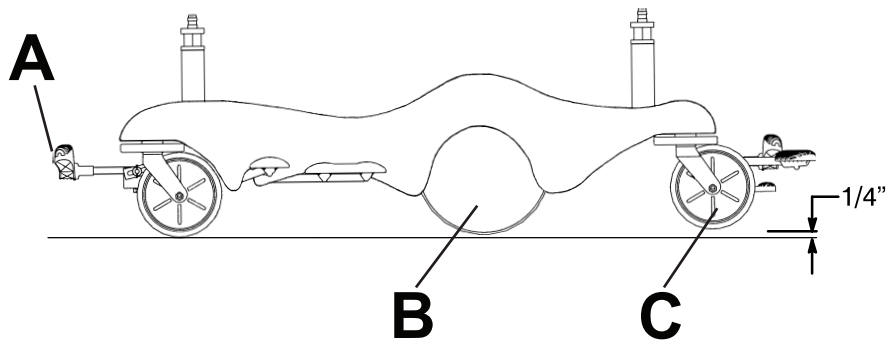

图 10 – 在使用 Big Wheel 的情况下转运
5. 将制动/转向踏板 (A) 放到转向位置 (图 10)。
- **Big Wheel (B)** 不会转动。在您使用 **Big Wheel** 的情况下，不能侧向移动产品。
- 在您使用 **Big Wheel (B)** 时，产品升高，足端脚轮(C)升高。产品靠在头端脚轮和 **Big Wheel** 上，使产品便于转向(图 10)。